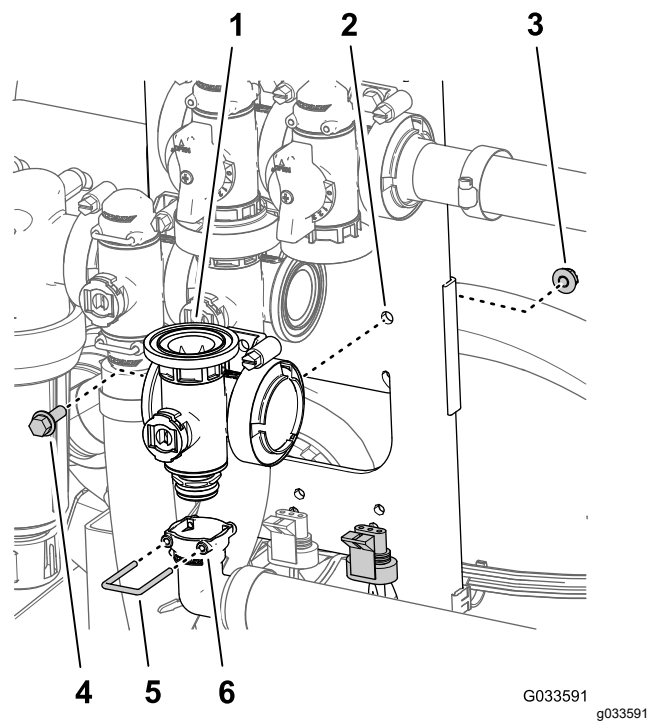

図 118
2. マスターブームバルブ用のマニホールドカップリングに90° 出口フィッティングを固定しているリテーナを外す 図 118。
3. マスターブームバルブをバルブマウントに固定しているフランジヘッドボルト $\frac{1}{4}$  x  $\frac{3}{4}$ "とフランジロックナット $\frac{1}{4}$ "を外してバルブマニホールドを機体から取り外す 図 118。